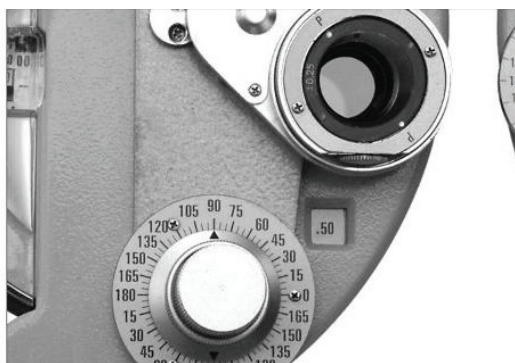

Figura 33
- (1) Establecer lente cilíndrica cruzada ⑳ delante del ojo derecho de Testee y, girando la perilla de rotación ⑑ axialmente, para alinearla con la dirección axial de la lente cilíndrica (ver Figura 33).